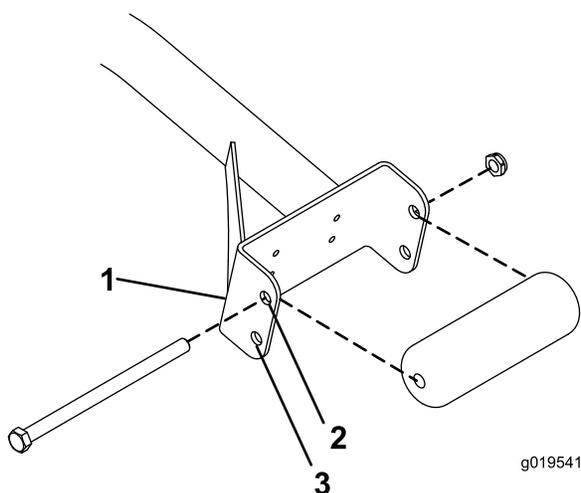

Figure 3
- Pour les plateaux de coupe de 69 cm, les rouleaux doivent être montés dans les trous de fixation supérieurs des profilés du support (Figure 3).
- Pour les plateaux de coupe de 81 cm, les rouleaux doivent être montés dans les trous de fixation inférieurs des profilés du support (Figure 3).